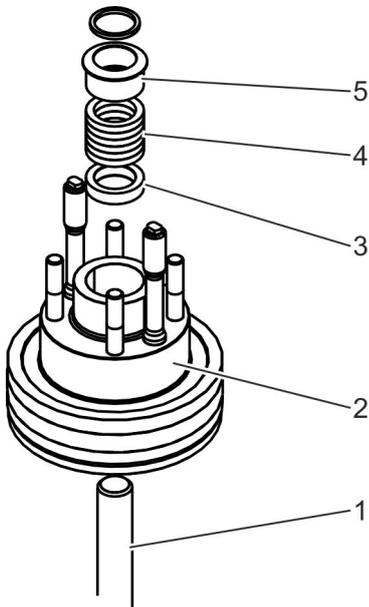

Abb. 42: Spindel mit Stopfbuchs- und Verschlussdeckelelementen
18. ► Stopfbuchtring (Abb. 42/5) von der Spindel (Abb. 42/1) abnehmen.
19. ► Packungsringe (Abb. 42/4) von der Spindel (Abb. 42/1) abnehmen.
20. ► Führungshülse oder Grundring (Abb. 42/3) von der Spindel (Abb. 42/1) abnehmen.
21. ► Verschlussdeckel (Abb. 42/2) von der Spindel (Abb. 42/1) abnehmen.